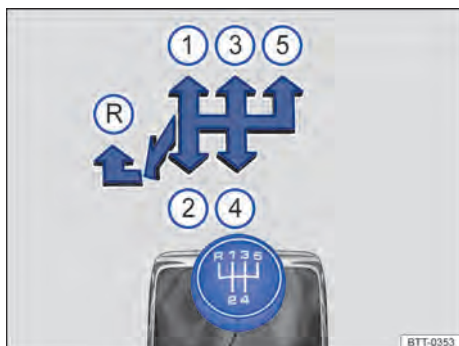

Fig. 91 Esquema de troca de marchas da transmissão manual de 5 marchas.
As posições de cada uma das marchas estão representadas na alavanca de troca de marcha → Fig. 91.
- Empurrar a alavanca de troca de marcha totalmente para a esquerda e depois para frente até a posição da marcha a ré → Fig. 91 Ⓡ.